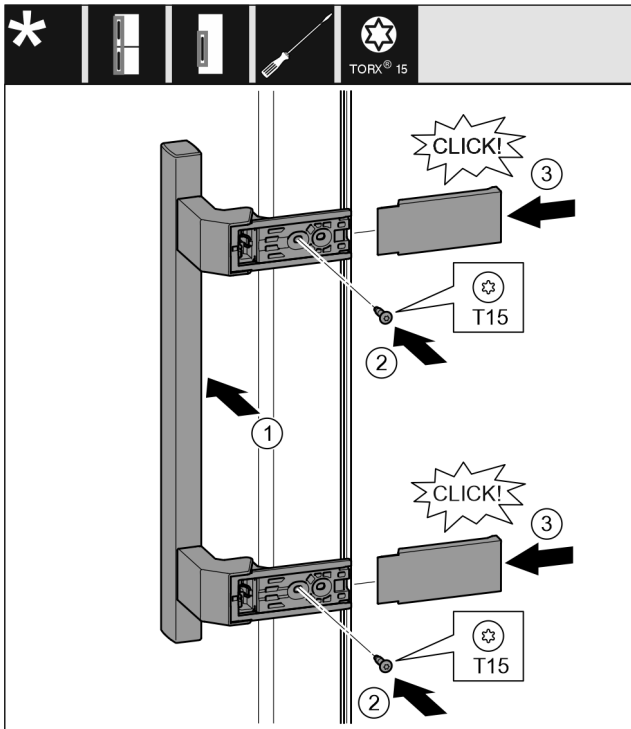

Fig. 21
- ▶ Sätt på handtaget på andra sidan. Fig. 21 (1)
- ▶ Dra åt skruvarna med skruvmejsel T15. Fig. 21 (2)
- ▶ Sätt in skydden från sidan och skjut på dem. Fig. 21 (3)